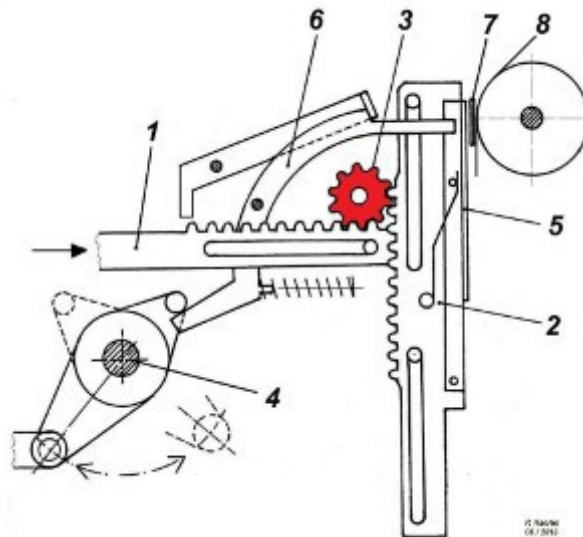

Abb. 7: Druckvorgang
Synchron zum Vorlauf > der Zahnstangen-Träger (1) werden die zugeordneten Typenstangen (2) durch Zwischenräder (3) angehoben und in ihre Druckposition gefahren (Abb. 7).